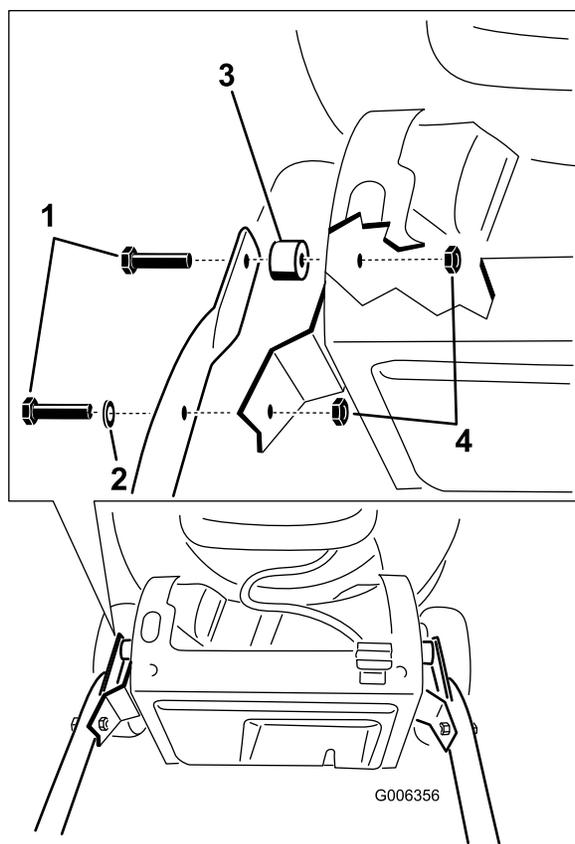

Figure 3
1. Fixez le guidon au carter de la tondeuse (Figure 3) au moyen de 4 boulons, 4 contre-écrous, 2 rondelles et 2 rondelles bombées fournies dans le sachet de pièces détachées.